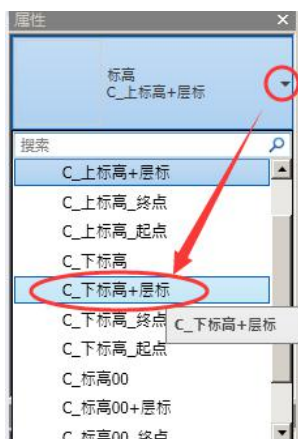

图 2-10 修改标高属性
• 创建室外地坪标高，方法如下：选择标高“F2”，点击上下文选项卡的“复制”工具，移动光标在标高“F2”上单击捕捉一点作为复制参考点，然后垂直向下移动光标，输入间距值“4650”点击回车，按 ESC 键两次退出标高创建命令。按照图 2-6 方法修改新建标高的名称为“室外地坪”。选择该标高，点击“属性”面板中的“类型选择器”，选择“C\_下标高+层标”（图 2-10）。